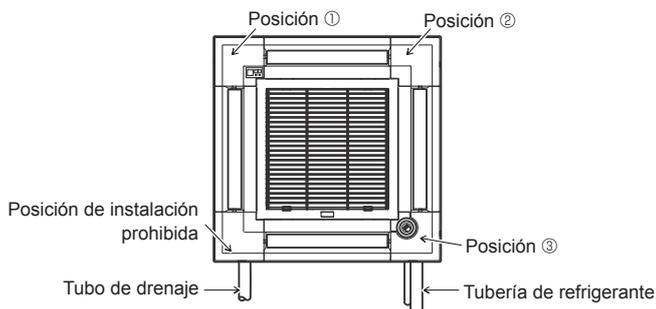

Fig. 9-11
Compruebe que los cables no queden atrapados en la cubierta de la caja eléctrica. Instale el panel angular del receptor de señales al panel y sujételo con el tornillo. El panel angular del receptor de señales no puede instalarse en el lateral del tubo de drenaje de la unidad principal. (Consulte la Fig. 9-11)
- * Si la posición del i-see Sensor se ha cambiado de la posición por defecto (posición Ⓕ) a la otra posición, cambie la configuración de funciones. (Consulte la página 84 y la Fig. 9-11)
- El panel angular del i-see Sensor no puede instalarse en el lateral del tubo de drenaje de la unidad principal. (Consulte la Fig. 9-11)